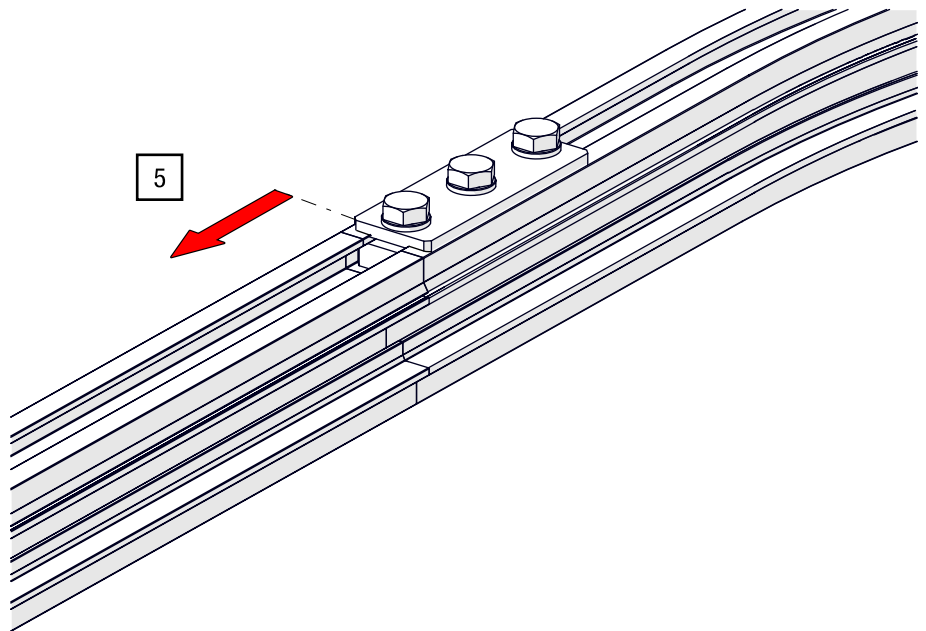

Abb. 47: Schienenverbinder – Mittig positionieren
5. Verschieben Sie den Schienenverbinder mittig auf die verbundenen Schienenteile (siehe Abb. 47).